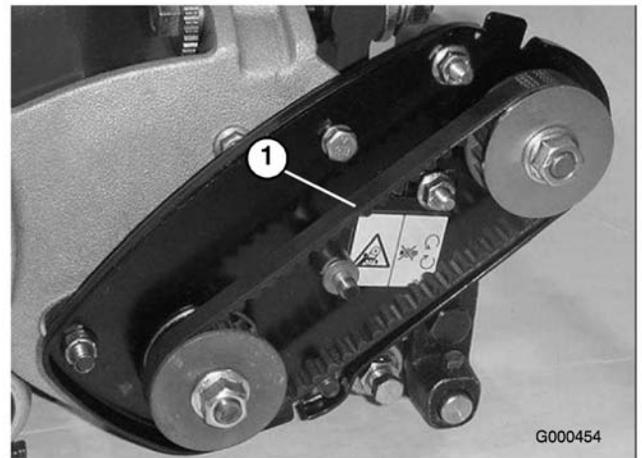

図 31
2. プーリ間の中央（図 31）でベルトを指で押して点検する。押す力は1.5~ 2.5 kg程度。たわみが6 mm程度あるのが適正。たわみがこの範囲になれば、以下の要領で調整する。